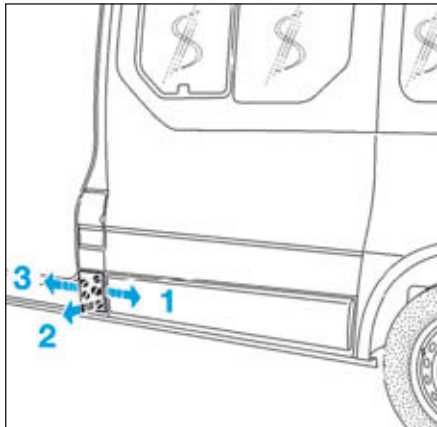

FIG.136
- Glisser le bandeau de pied de cabine vers l'arrière du véhicule en (1) (Fig.136).
- Ecarter légèrement le bandeau de pied de cabine vers soi en (2).
- Tout en le maintenant écarté, glisser le bandeau de pied de cabine vers l'avant du véhicule (3).